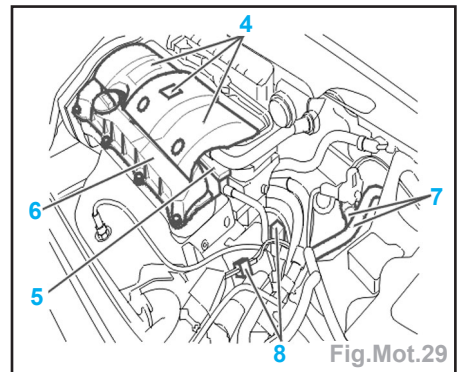

Fig.Mot.29
- Déposer (Fig.Mot.29) :
- le cache-style (4),
- le bloc bobine compacté (5).